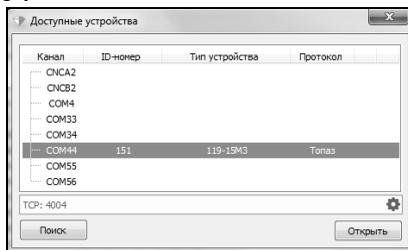

Рисунок 1
6.2 Запустить программу (файл NastrTopaz.exe). Автоматически запустится сканирование всех доступных COM-портов. Для найденных устройств отображается их ID-номер, тип устройства и протокол связи (рисунок 1). Выбрать "Топаз-119-22М3" и нажать кнопку "Открыть". Устройство будет переведено в режим настройки для работы по протоколу "Топаз".